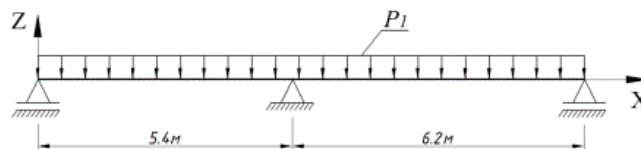

Рисунок 12 - Схема нагружения 2
- Загружение 2 - равномерно распределенная  $P_1 = 0,3$  т/м (рисунок 12).